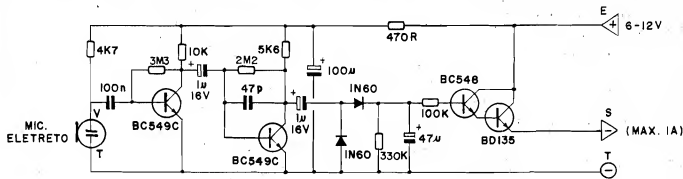

Fig.1
- FIG. 1 - O CIRCUITO - No seu todo, o circuito da ACMU não passa de um sensível amplificador de áudio, cuja saída excitada não um alto-falante ou coisa assim, mas uma mera chave eletrônica capaz de controlar diretamente um nível CC de Tensão e Corrente! Os dois primeiros transistores, de alto ganho e baixo ruído (BC549) amplificam os sinais captados pelo pequeno microfone de eletreto, levando o nível recebido, na casa dos milivolts, a uma "altura" de alguns volts, no coletor do segundo BC549... Esse primeiro módulo, por sua sensibilidade, trabalha com alimentação desacoplada do restante do circuito, através de um resistor de 470R e capacitor eletrolítico de 100u. Após tal amplificação, os sinais são retificados pelo par de diodos 1N60 e "transformados" num nível C.C. mais ou menos estável, depositado so-